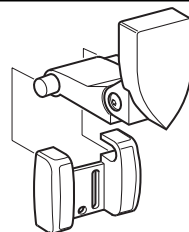

Рис.7:
2. Установить сборку излучателя и струбины в монтажную накладку, как показано на рис. 7. Не следует защелкивать сборку на стопор.